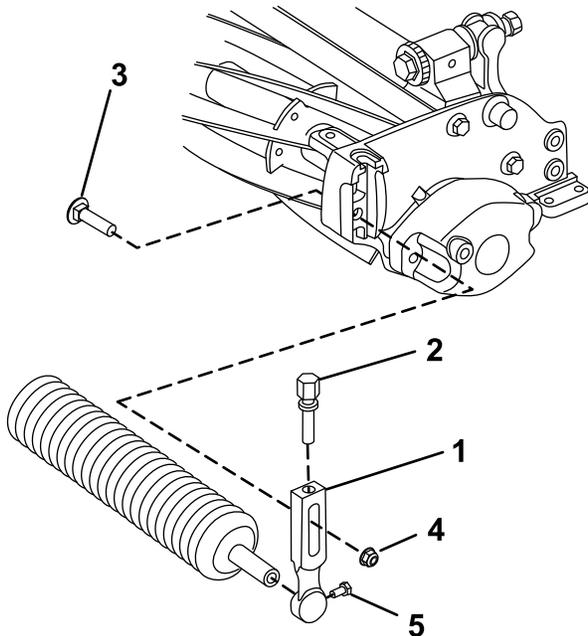

Bild 3
1. Entfernen Sie die Befestigungsschraube und Sicherungsbundmutter mit denen einer der Schnitthöhenarme an der Seitenplatte der Schneideinheit befestigt ist (Bild 3).
4. Schieben Sie den Schnitthöhenarm auf die Rollenwelle (Bild 3).
5. Befestigen Sie die Rolle lose mit dem vorher entfernten Schnitthöhenarm und den Befestigungen an der Schneideinheit (Bild 3).
7. Ziehen Sie die Befestigungsschrauben der Rolle an (Bild 3).
2. Lösen Sie die Rollenbefestigungsschrauben in den Schnitthöhenarmen (Bild 3).
3. Schieben Sie die Rollenwelle in den Schnitthöhenarm am anderen Ende der Schneideinheit (Bild 3).